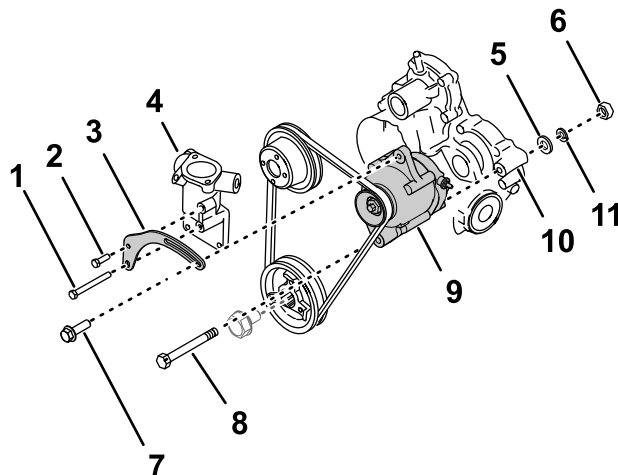

Bild 243
- Fluchten Sie die Löcher in der neuen Riemen-Spannhalterung mit den Löchern im Thermostatgehäuse aus (Bild 243).
- Befestigen Sie die Riemen-Spannhalterung mit der kurzen Schraube der Spannungsschraube im oberen Loch und der langen Schraube der Spannungsschraube im unteren Loch am Thermostatgehäuse und am Zylinderkopf (Bild 243).
- Fluchten Sie das untere Loch in der 60-Ampere-Lichtmaschine mit dem Loch im Getriebegehäuse des Motors aus und schieben Sie den Riemen über die Riemenscheibe der Lichtmaschine (Bild 243).
6. Befestigen Sie die Mutter (10 mm) lose an der unteren Drehschraube (Bild 243).
7. Stecken Sie die Arretierschraube der Lichtmaschine durch den Schlitz in der Riemenspannhalterung und durch das Gewindeloch in der Lichtmaschine (Bild 243).
8. Drehen Sie die Lichtmaschine nach außen, bis Sie eine Riemenspannung erhalten, bei der sich der Riemen 10 mm durchbiegen lässt, wenn eine Kraft von 4,5 kg in der Mitte zwischen den Riemenscheiben angesetzt wird (Bild 243).